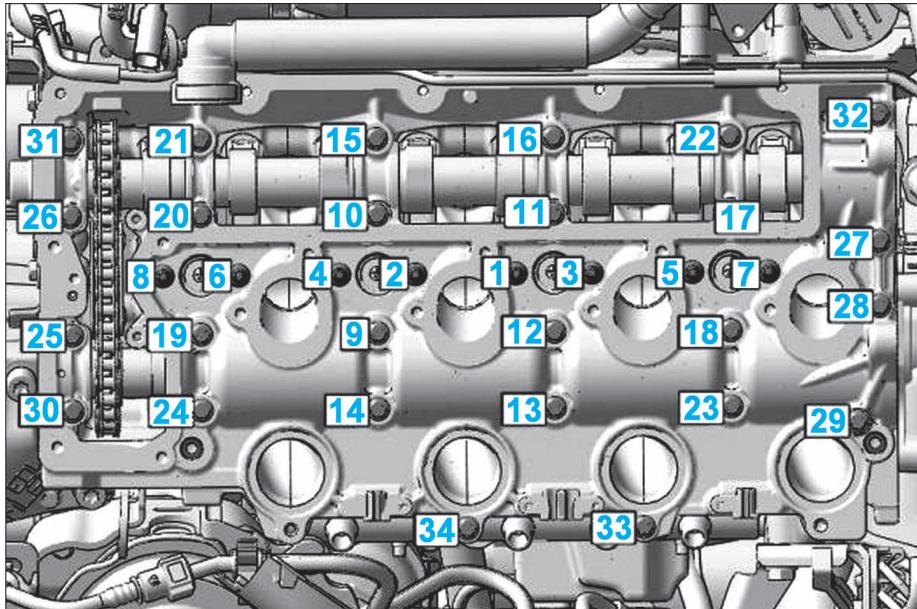

FIG. 69
- reposer le carter chapeau de paliers d'arbres à camées. Approcher puis serrer progressivement les vis de fixation (de 1 à 34) à 0,5 daN.m puis 1 daN.m (Fig.69).